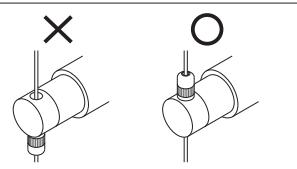

図1
- 金具を取付ける方向(上下)が正しいことを必ずご確認の上ご使用ください(図1)。金具は逆向きの状態ではワイヤーを保持できないため落下し、大変危険です。